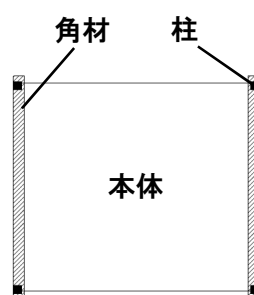

図 2. 角材位置(平面図)
- ・角材等を挟む場合は、4 隅の柱に近い位置で受けてください。(図 2 参照)